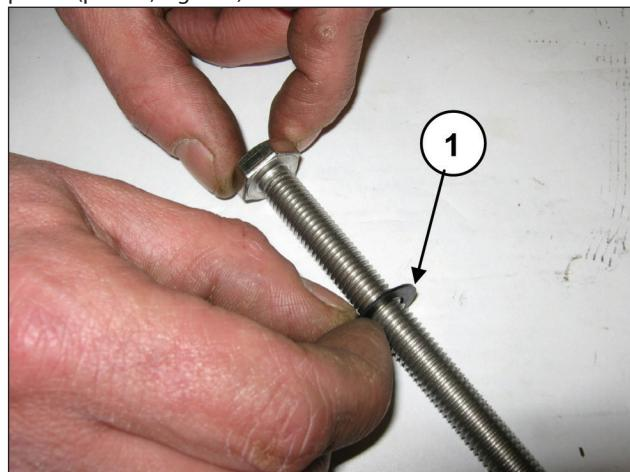

Fig. 146
Introducir la arandela Ø10x18x0,9 en el tornillo de fijación del pistón (pos. ①, Fig. 146).